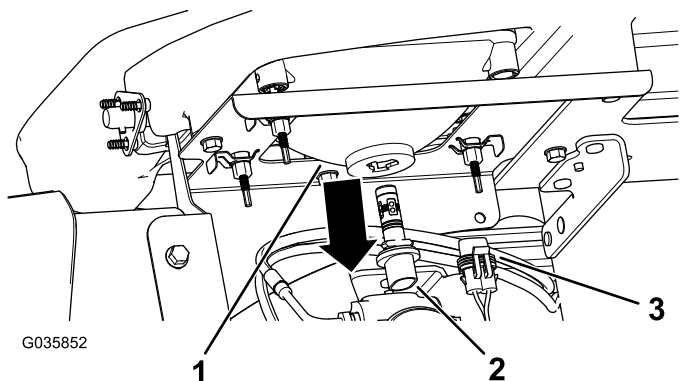

図 49
3. ヘッドライトハウジングの裏側からきているランプアセンブリ用ハーネスコネクタを外す 図 49。
4. ランプアセンブリを左に¼回転させて後ろに引き抜いてヘッドライトハウジングから取り出す 図 49。
5. 新しいランプアセンブリとヘッドライトハウジングを入れ、ランプアセンブリについているタブをヘッドライトハウジングのスロットに合わせる 図 49。
6. ランプアセンブリを右方向に¼回転させて取り付ける 図 49。
7. ハーネス用のコネクタを、新しいランプアセンブリのコネクタに接続する 図 49。